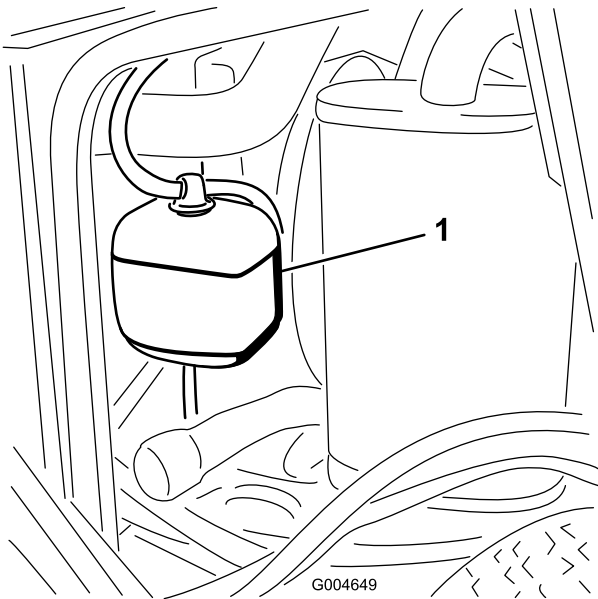

Figura 46
1. Verifique o nível de líquido de arrefecimento do depósito secundário (Figura 46).